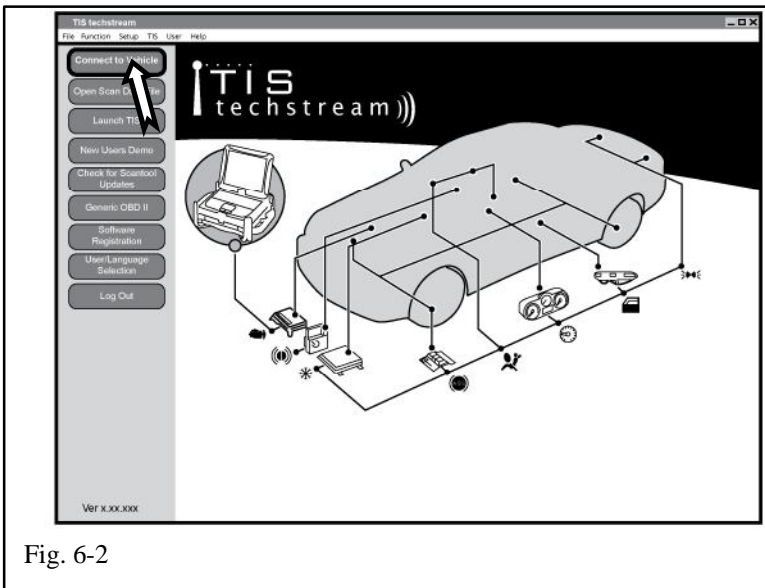

Fig. 6-2
- (d) Click "Connect to Vehicle." (Fig. 6-2)